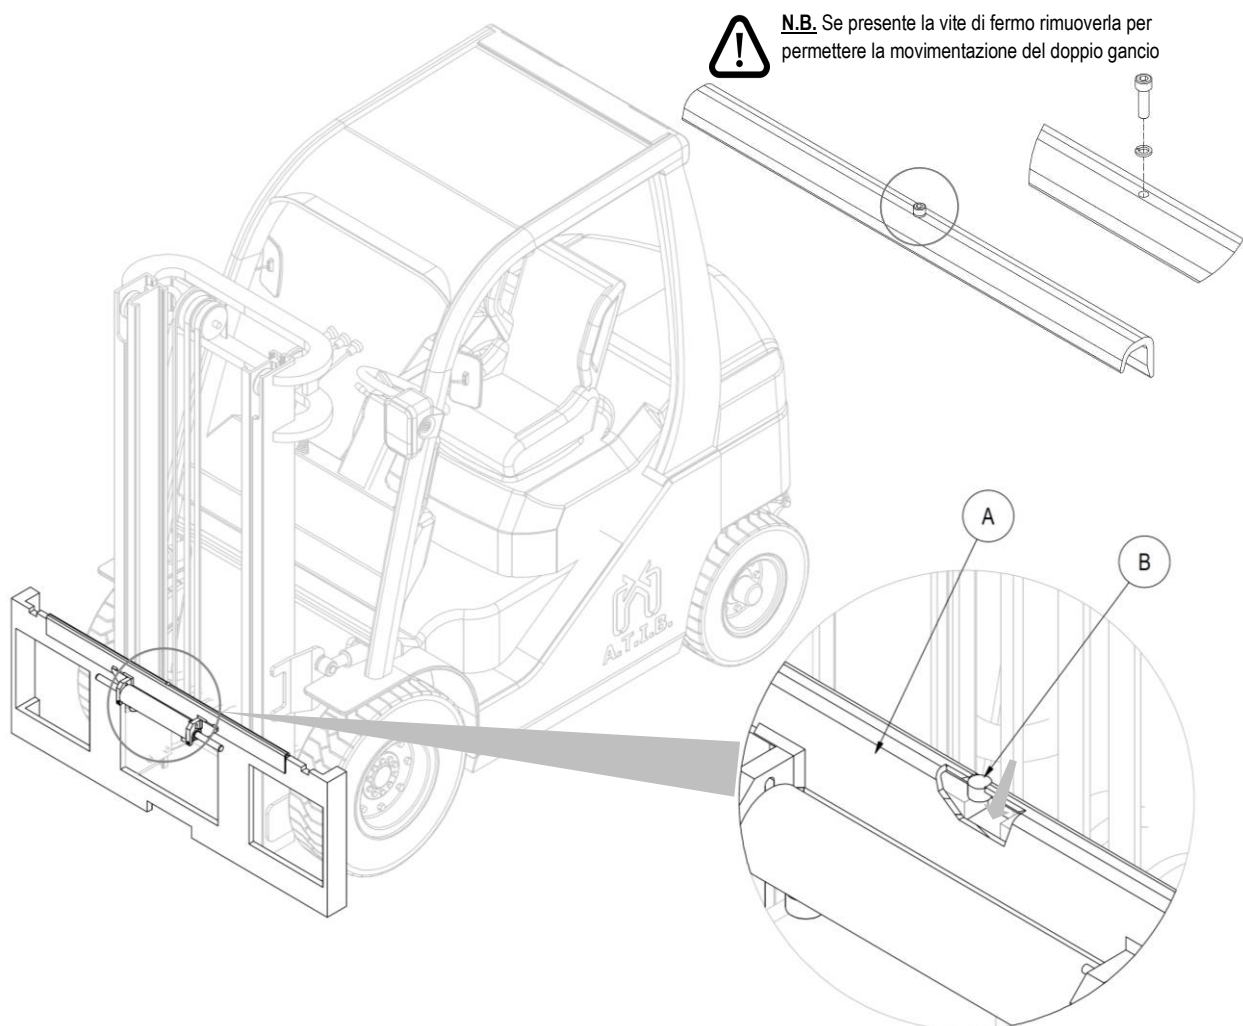

Figura 3
4. Prendere manualmente il doppio gancio **A** (con il relativo cilindro) e posizionarlo sul profilo superiore della piastra porta forche, avendo cura di incastrare il perno di centraggio **B** nella tacca centrale della stessa (vedi Figura 3).